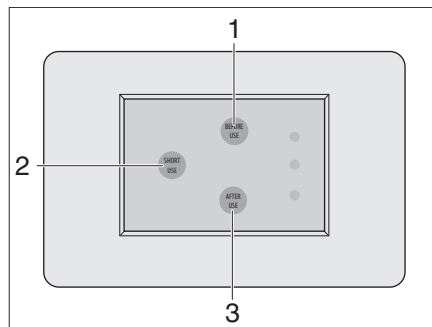

Fig. 386 Pannello toilette sminuzzatrice
- Premere il tasto Short-Use (Fig. 386,2).
- Prima di andare alla toilette, premere il pulsante Before-Use (prima dell'uso) (Fig. 386,1).
- Dopo l'uso della toilette, premere il pulsante After-Use (dopo l'uso) (Fig. 386,3).